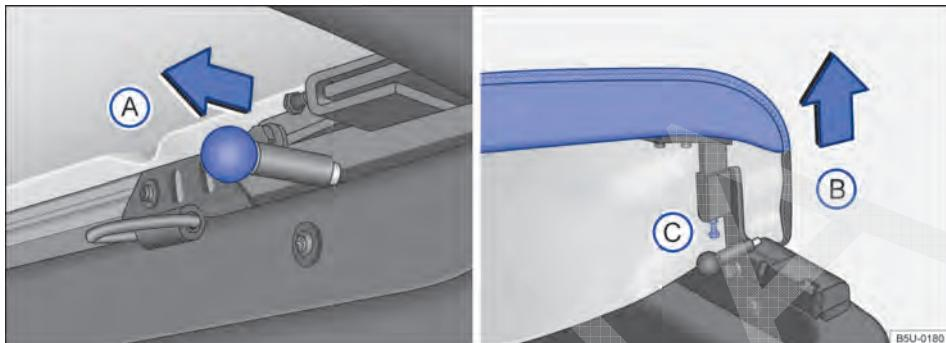
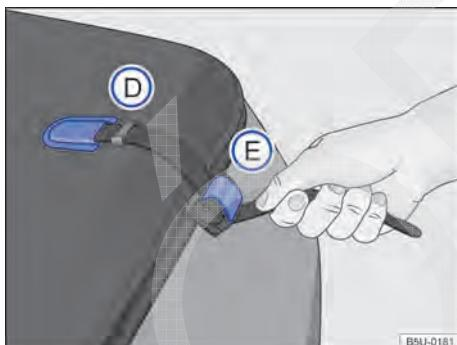

Fig. 34 Travas e parafuso de ajuste do esticamento da capota marítima.
Fig. 35 Fixação da capota marítima.
- Deslocar o pino de travamento → Fig. 34 (A) no sentido da seta, em ambos os lados, simultaneamente.
- Levantar a extremidade da capota no sentido da seta (B).
- Para ajustar o esticamento, soltar a porca e apertar o parafuso ou soltar o parafuso (C), até atingir o esticamento desejado.
- Retirar a extremidade da cinta do alojamento → Fig. 35 (D), nas laterais da capota marítima, e forçar a cinta para baixo, para desbloquear a trava (E).
- Inserir a extremidade das cintas no alojamento (D), para facilitar o recolhimento da capota marítima.